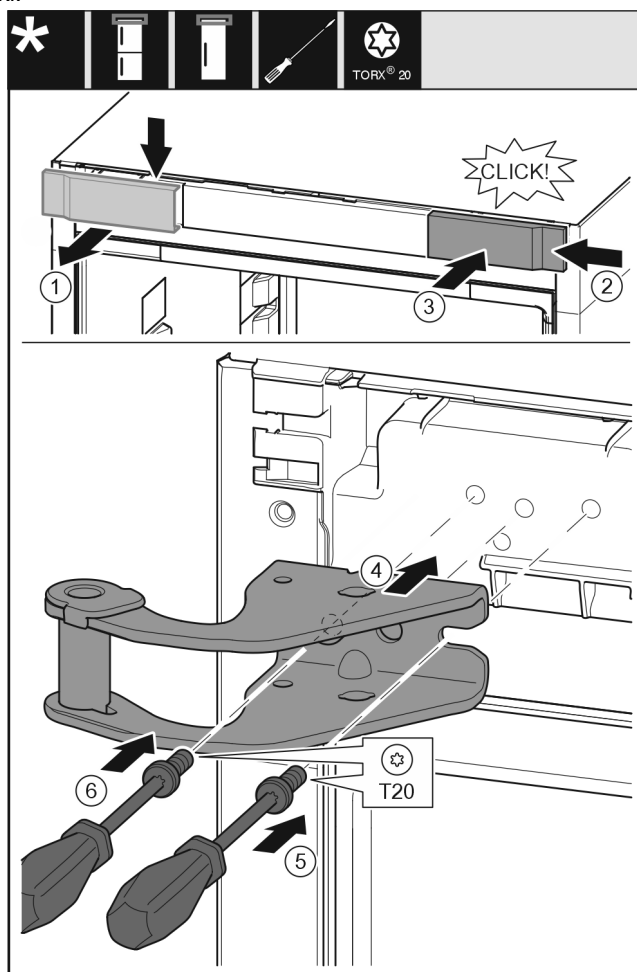

Fig. 19
- ▶ Pokrov snemite od zgoraj v smeri naprej. Fig. 19 (1)
- ▶ Pokrov, obrnjen za 180°, namestite na drugi strani z desne strani. Fig. 19 (2)
- ▶ Zatakните pokrov. Fig. 19 (3)
- ▶ Pristavite zgornji ležajni podstavek. Fig. 19 (4)
- ▶ Vijak vstavite z izvijačem T20 in ga zategnite. Fig. 19 (5)
- ▶ Vijak vstavite z izvijačem T20 in ga zategnite. Fig. 19 (6)